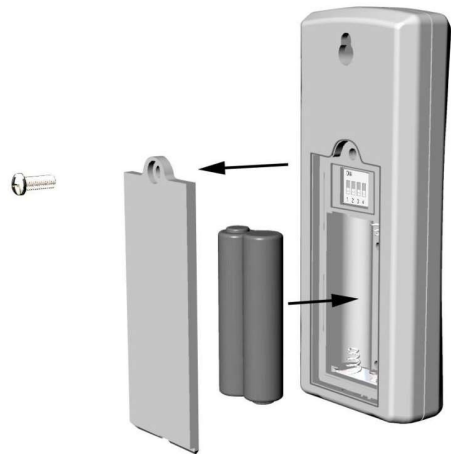

Fig. 7
3.3.2 Plaats de batterijen in de zender met de thermometer en de hygrometer. Verwijder het deksel van het batterijvak aan de achterkant van de sensor nadat je de borgschroef hebt losgedraaid - zie Fig. 7.